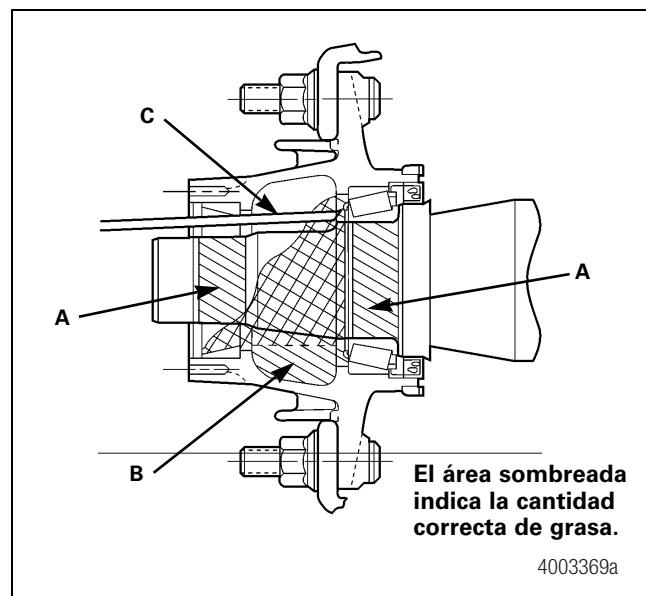

Figura 13.7
2. Aplique una capa ligera de grasa sintética en los muñones de cojinete de la espiga. Consulte "A" en la Figura 13.7.